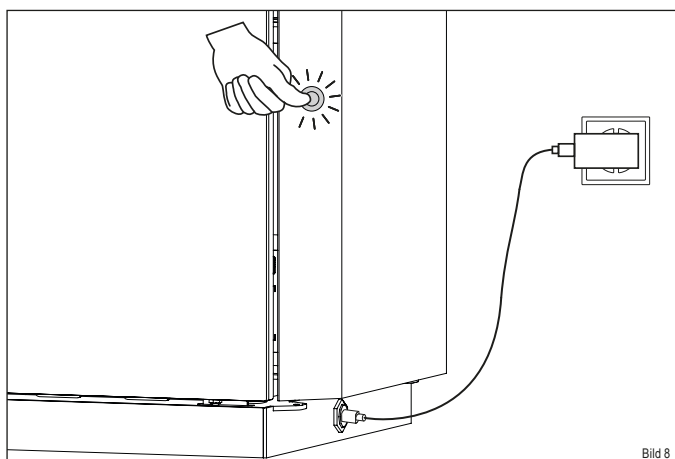

Bild 8
- ▶ Drücken Sie den Ein/Aus-Schalter (Bild 8).